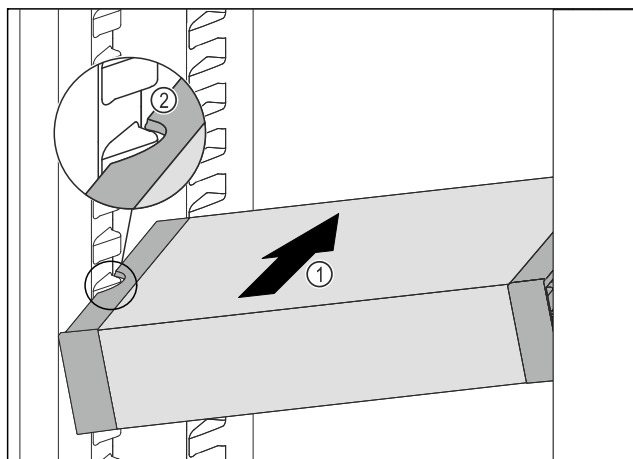

Fig. 156
- VarioSafe gurajte koso u hladnjak Fig. 156 (1) sve dok se bočni otvori Fig. 156 (2) ladice VarioSafe ne nađu na visini žlijeba spremnika u hladnjaku.